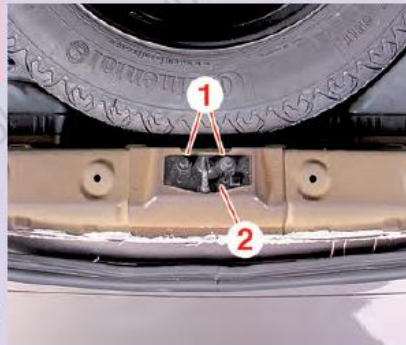

FIG.2
- Déposer les vis (1), à l'aide de la clé [1], puis la gâche (2) (Fig.2).